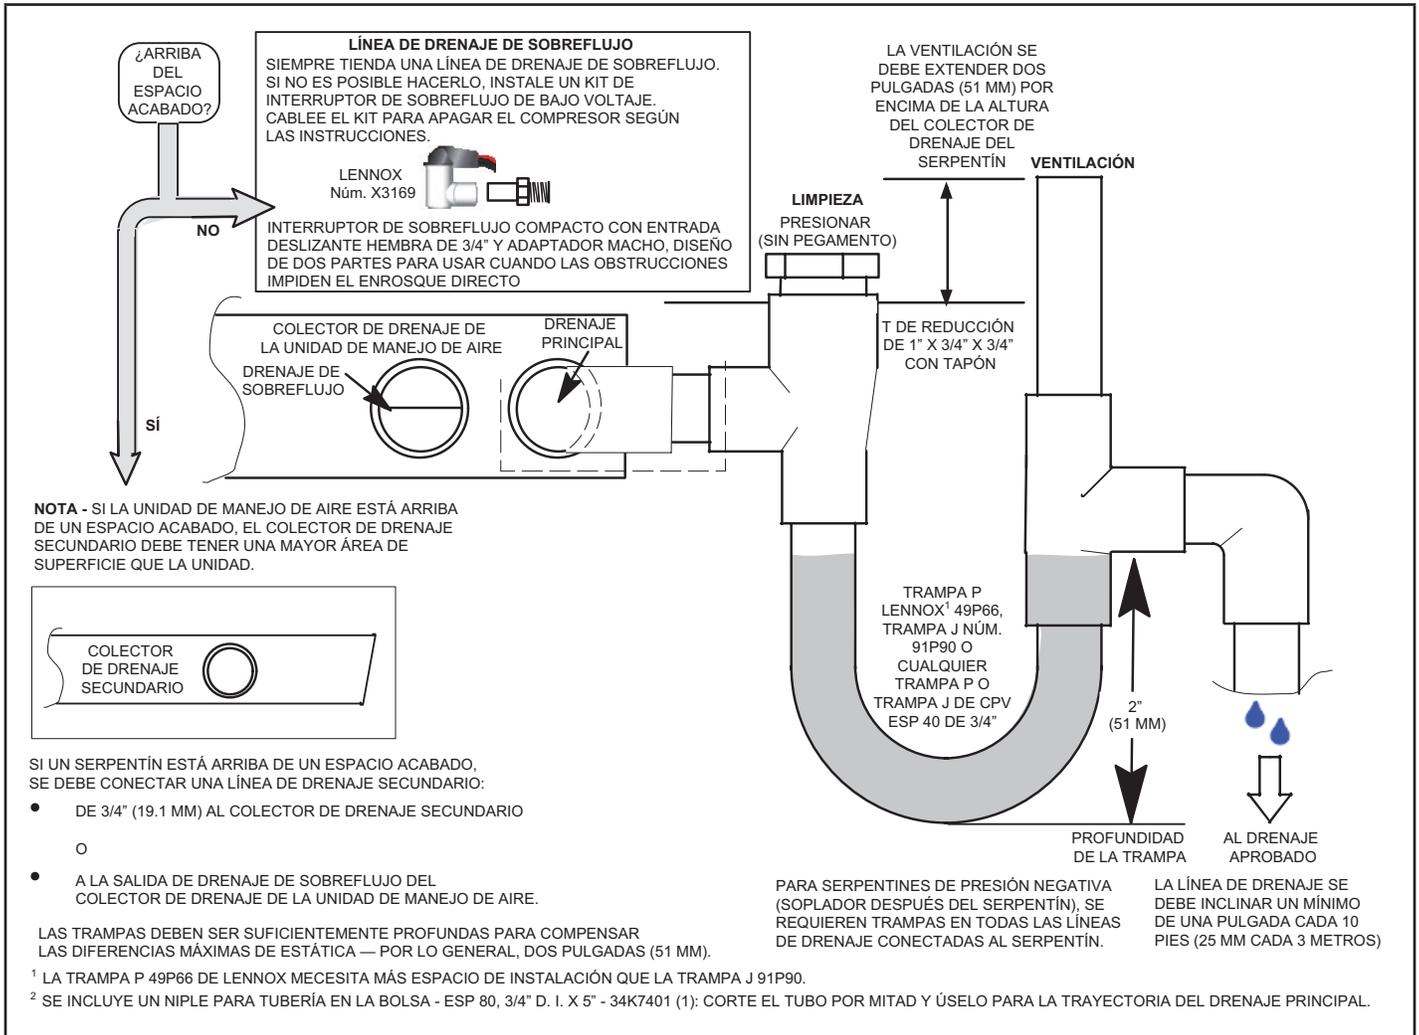

FIGURA 6. Drenaje típico principal y de sobreflujo
- 6 - Instale una trampa de 2" en las líneas de drenaje principales (primarias) lo más cerca posible de las unidades (ver la Figura 6). Asegúrese de que el extremo superior de la trampa esté debajo de la conexión al colector de drenaje para que el colector se drene por completo.
**NOTA** - Las secciones horizontales deben tener un respiradero (tubo vertical) antisifón instalado adelante de la sección horizontal. Ver la Figura 6. Una sección horizontal extremadamente larga podría requerir una línea de drenaje sobredimensionada para eliminar las trampas de aire.